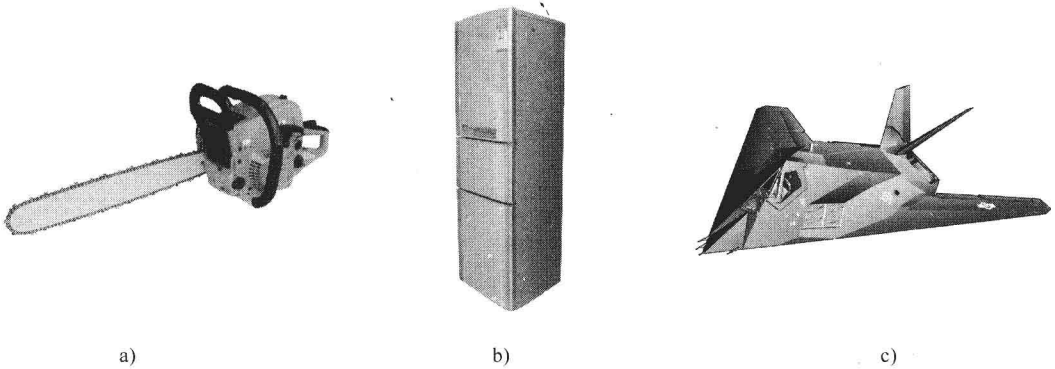

Fig. 1-6
4.1 Whether the devices shown in Fig. 1-6 are machines or not? Why?
4.1 图 1-6 中的装置是否为机器？并简述理由。